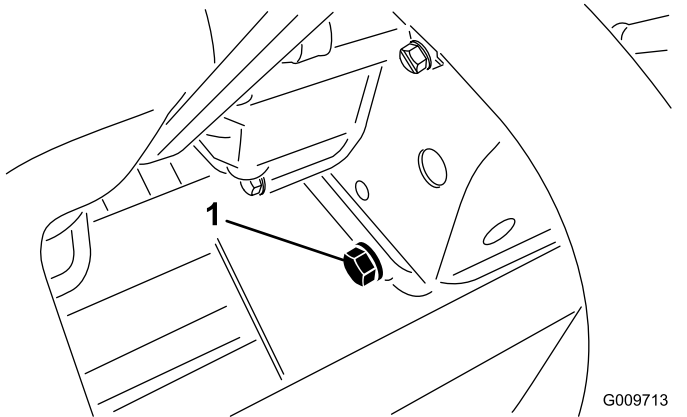

Figura 74
2. Retire o tampão de escoamento (Figura 74) e deixe o óleo escorrer para um recipiente adequado.